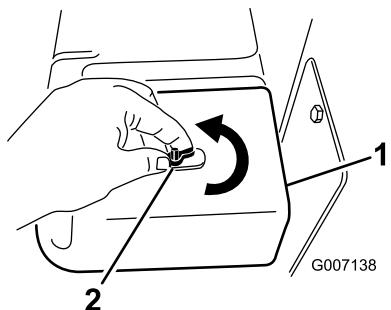

Figure 49
4. Enlevez l'écrou à oreilles du couvercle du filtre à air et déposez le couvercle (Figure 49).
- Reposez le couvercle et fixez-le avec l'écrou à oreilles (Figure 49).